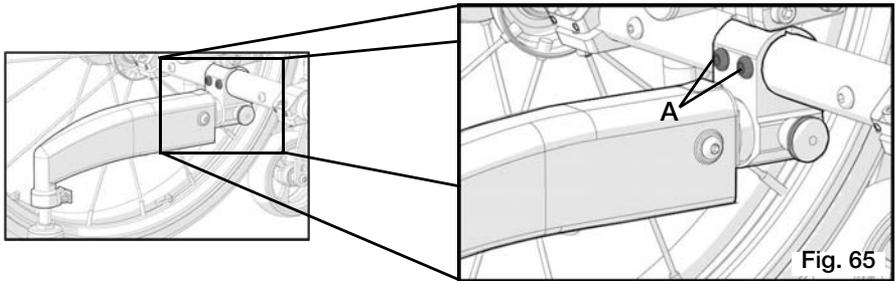

Fig. 65
3. Instrucciones para remoción con 5ta. Rueda Dinamica Fig. 65:
- Utilizando una llave hexagonal de 4mm y una llave de 10mm, retire los dos tornillos de 6mm, las arandelas y las tuercas del receptor (Fig. 65:A).